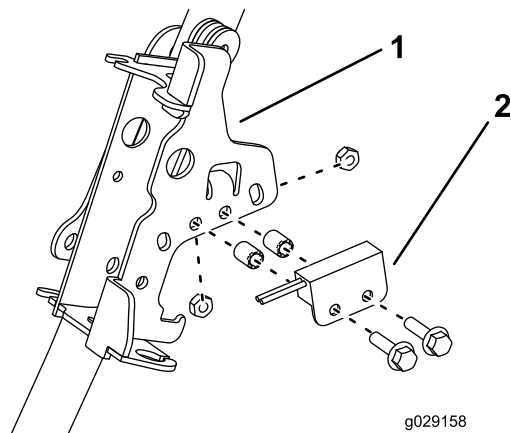

图6
12. 卸下并丢弃现有牵引支架但应保留接近开关和固定件 图6。